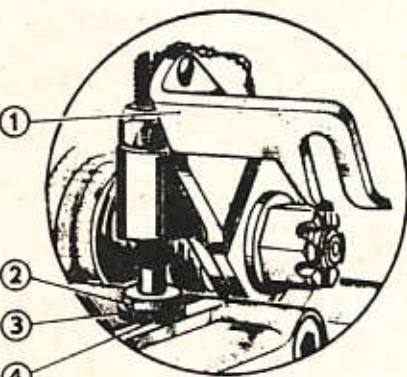

Fig. 5. — Détail du levier d'enrichisseur
Nota. — Les nouvelles pompes comportent une rondelle plate (4) de 0,5 mm (fig. 5) placée sous la vis (2) de butée du levier d'enrichisseur (1). Cette rondelle, destinée à enrichir le mélange pendant la période de rodage, devra être **obligatoirement enlevée** à partir de 4.000 km afin d'éviter des consommations exagérées et des pétérales à l'échappement.